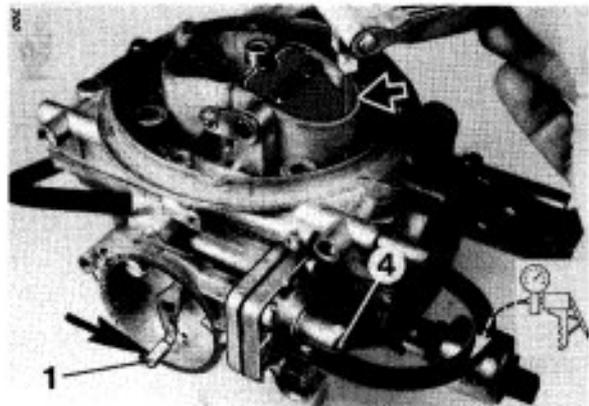
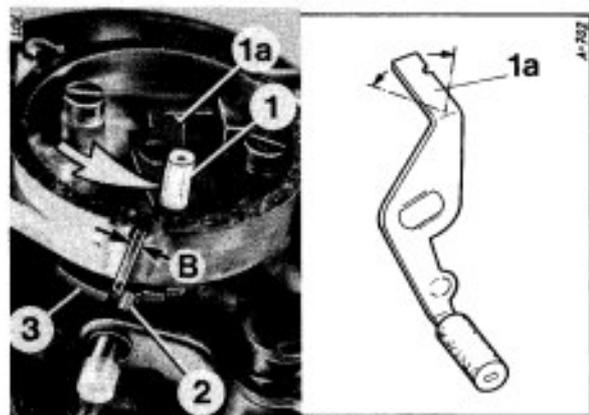

Bild 31
Bild 32
- Schraube (2) auf höchste Stufe der Stufenscheibe (3) stellen.
- Hebel (1) in Pfeilrichtung drücken und Spaltmaß gemäß Bild 31 (weißer Pfeil) prüfen.
- Korrektur an Schraube (4), Bild 31.
## 5.4 Position Stufenscheibe (Bild 32)
- Handunterdruckpumpe gemäß Bild 31 anschließen und Druckdifferenz herstellen.
- Hebel (1) in Pfeilrichtung drücken und Drosselklappe anheben.
- Drosselklappe loslassen und Abstand „B“ zwischen Schraube (2) Bild 32 und höchster Stufe der Stufenscheibe (3) prüfen.